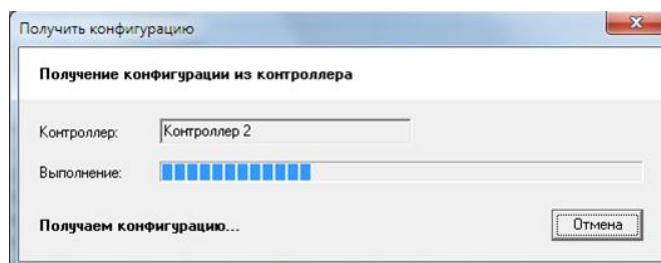

Рисунок 50 – Получение конфигурации из контроллера
- 7) Нажмите кнопку "Выбрать" в окне "Выбор контроллера", на экране отобразится процесс чтения конфигурации (см. Рисунок 50). Дождитесь окончания обмена данными с контроллером.